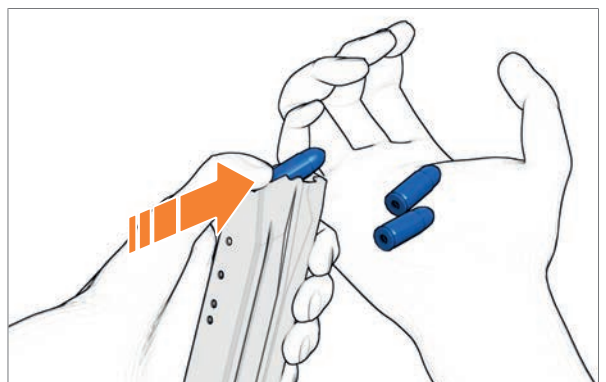

Abb. 57: Magazin leeren
- › Patronen nach vorne aus dem Magazin schieben (Abb. 57).